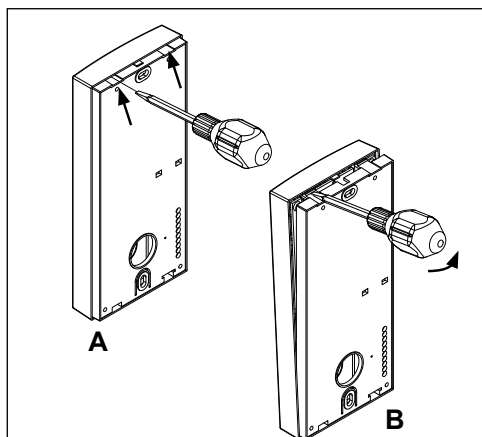

Fig. 1
- Come mostrato in **Fig. 1**, capovolgere il citofono guardando la parte posteriore, inserire la lama di un giravite piatto in una delle due aperture indicate dalle frecce (**Fig. 1A**) ed aprire il citofono muovendo delicatamente il giravite verso l'alto e tirando con le mani il coperchio. **Fate attenzione!** La base del citofono ospita la scheda di connessione che è normalmente collegata al coperchio tramite un cavo flat: la prima volta che il citofono viene aperto il cavo flat non dovrebbe essere collegato.